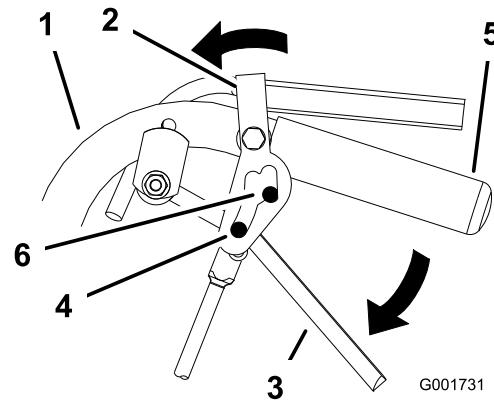

Bild 11
2. Legen Sie die Daumen auf den oberen Teil der Arretierungen und schieben sie nach vorne, bis die Stifte im vorderen Schlitz sind (Bild 11).